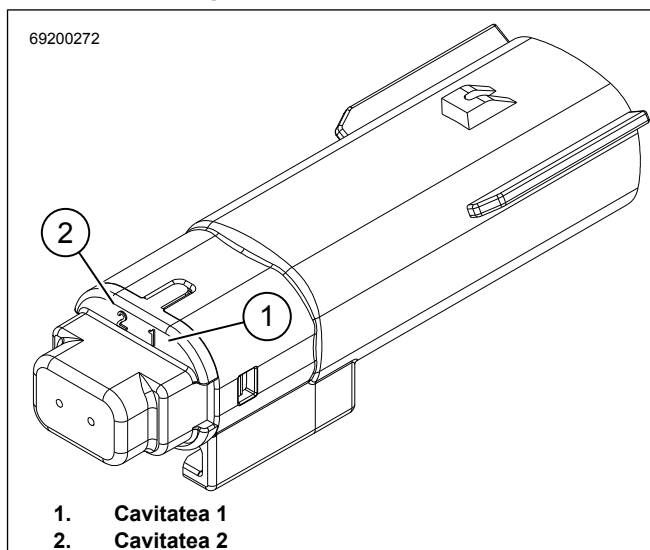

Figura 5. Conector cu 2 pini 69200272
3. Figura 5 Montați pinii pentru borne alb/roz în cavitatea 1 a conectorului [69200272].